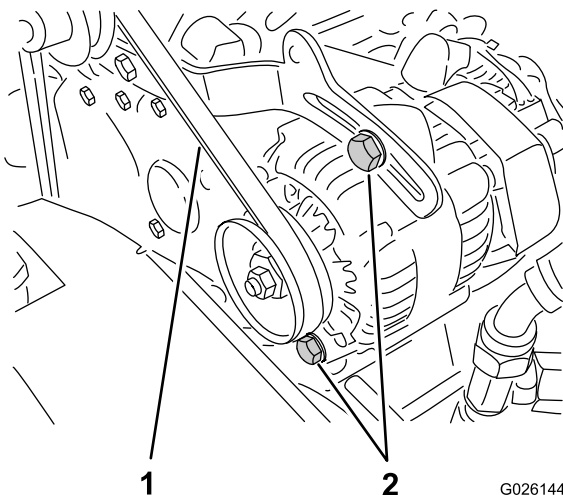

Figura 60
2. Controllate la tensione premendo la cinghia al centro tra le pulegge dell'alternatore e dell'albero motore con una forza di 10 kg (Figura 60).
- A. Allentate i 2 bulloni di fissaggio dell'alternatore (Figura 60).
- B. Con un piede di porco, ruotate l'alternatore fino a ottenere una tensione della cinghia appropriata, poi serrate i bulloni di fissaggio (Figura 60).